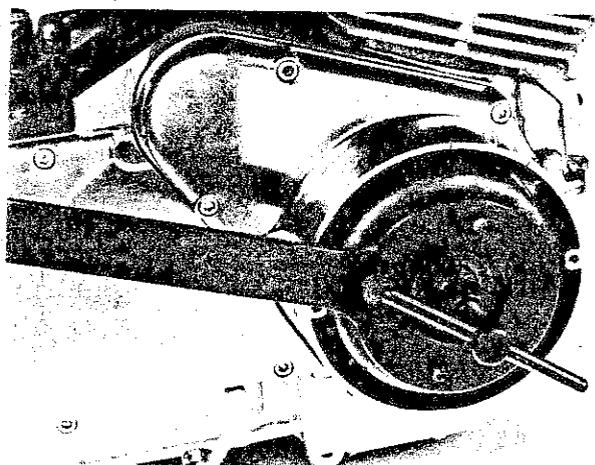

Fig. 159
- 3) Immobilizzando sempre il volano, distaccarlo dall'albero motore utilizzando l'apposito estrattore avvitandolo nella filettatura esistente per questo scopo nel volano (Fig. 159). Se risultasse particolarmente difficile il distacco del volano, occorre serrare energicamente la vite dell'estrattore quindi dare un colpo secco di martello sulla testa della vite stessa. La chiavetta americana a mezzaluna va lasciata possibilmente al suo posto.
- 3) Hold the flywheel and remove it from the crankshaft using the special puller tool, screwing it in the threaded hole of the flywheel (Fig. 159).